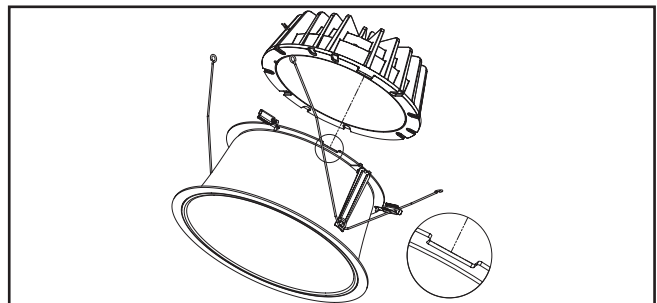

Figure 37.
4. Insérez le moteur lumineux à DEL sur l'assemblage de la garniture. Alignez la languette sur le moteur lumineux à DEL sur l'assemblage de la garniture (Figure 37).